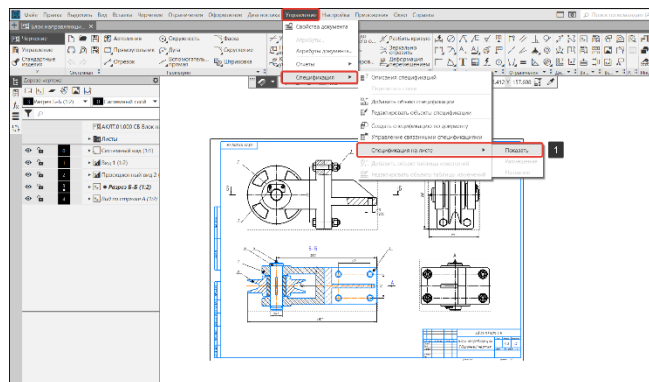

Рисунок 404 – Спецификация на листе
- На Рисунок 404 показан готовый сборочный чертеж.
- Покажем спецификацию на листе (1) (Рисунок 404);